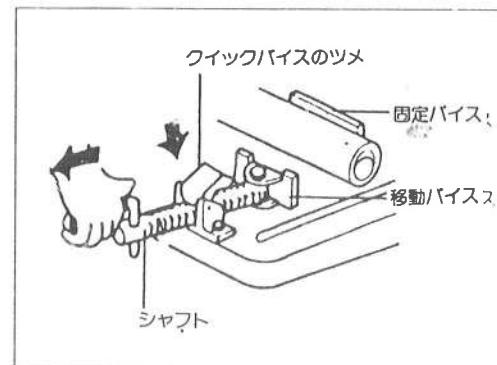

図2
①クイックバイスのツメをおこして、シャフトが空転するようにして下さい。そして、シャフトを手前に引いて材料をセットし、クイックバイスのツメをおしてネジにかみ合わせ、シャフトハンドルを回すと締まります。(図2参照)